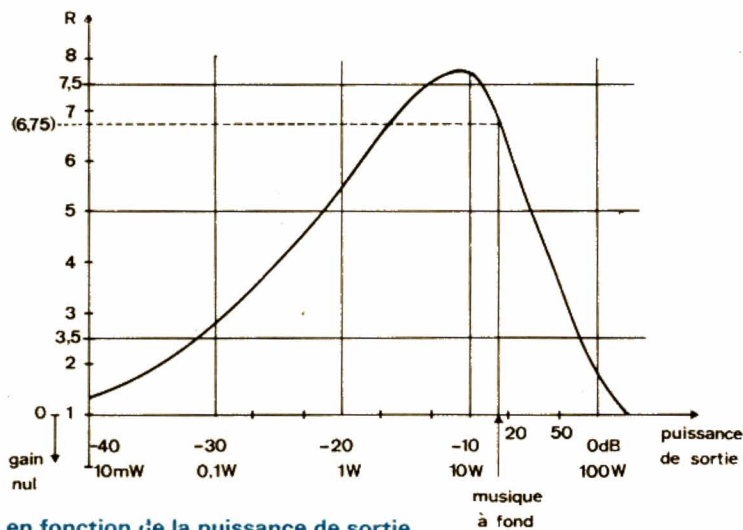

Fig. 4. — R en fonction de la puissance de sortie.
- La figure 4 rend compte des différences de taille des radiateurs sous la forme du rapport  $R = (\text{taille des radiateurs de l'amplificateur classi-})$